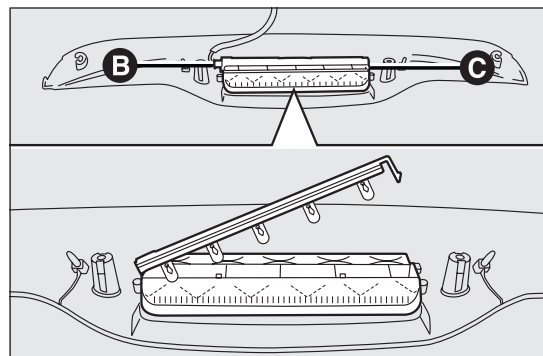

РИС. 118
отсоединить электрический разъем В РИС. 118;
- нажать на удерживающее устройство С РИС. 118 и открыть патрон;